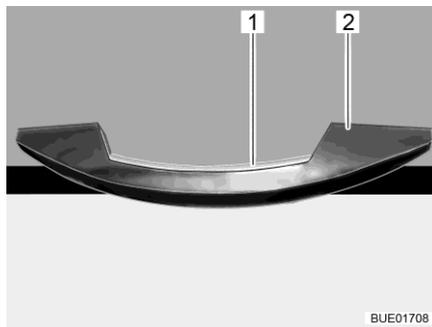
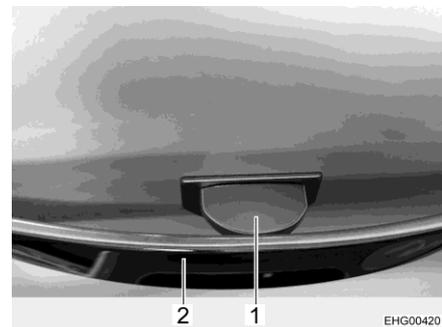

Bild 66 Griff mit Entriegelungsleiste (Beispiel)
Bild 67 Griff mit Entriegelungslasche
- Entriegelungsleiste (Bild 66,1) oder Entriegelungslasche (Bild 67,1) drücken und gedrückt halten.
- Am Griff (Bild 66,2 oder Bild 67,2) ziehen, bis die Möbelklappe offen ist.